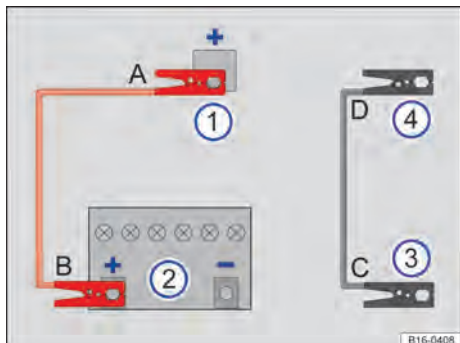

Fig. 29 Esquema para a conexão dos cabos auxiliares de partida.
Legenda para Fig. 29:
Conectar o cabo auxiliar de partida somente na sequência A – B – C – D → Fig. 29.
- Conectar a outra extremidade do cabo auxiliar de partida *vermelho* ao polo positivo (+) da bateria do veículo 12 V fornecedora de corrente → Fig. 29 → .
- Conectar uma extremidade do cabo auxiliar de partida *preto* → Fig. 29 , de preferência, num ponto de auxílio à partida (ponto de aterramento) (-), ou então, numa peça metálica maciça firmemente aparafusada com o bloco do motor ou no próprio bloco do motor.
metal parafusada firmemente com o bloco do motor ou ao próprio bloco do motor → Fig. 29
- Desconectar o cabo auxiliar de partida somente na sequência **D – C – B – A** → Fig. 29.
- Procurar uma Concessionária Volkswagen ou uma empresa especializada e mandar verificar a bateria do veículo 12 V → ①.